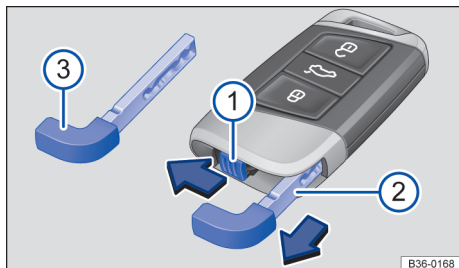

Fig. 70 Chave do veículo: destravamento da chave de emergência.
Legenda para Fig. 70:
- ① deslizar a trava na direção da seta.
- ② Retirar a chave de emergência no sentido da seta.
- ③ Chave de emergência.
Na chave do veículo se encontra uma chave de emergência → Fig. 70 ③ para destravamento e travamento manual do veículo.